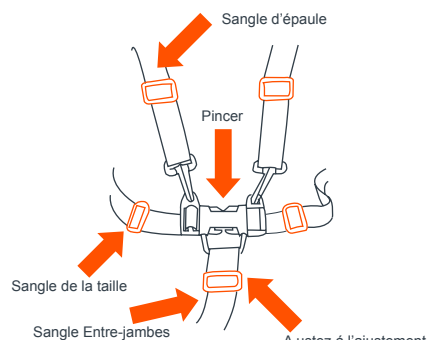

Fig. 13b
- Placer soigneusement l'enfant dans le siège de la poussette et tirer la ceinture de sécurité autour de la taille de l'enfant. Attacher l'entre-jambes entre les jambes de l'enfant. Insérer l'extrémité male de chaque ceinture de sécurité des épaules et de la taille dans la boucle de l'entre-jambes. Serrer la ceinture de sécurité pour qu'elle soit serrée mais confortable autour de la taille de l'enfant (Fig. 13b).